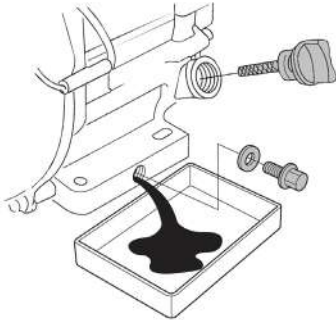

Рис. 16 Замена масла в двигателе
(1) Техническое обслуживание должно осуществляться более часто, при работе в пыльных условиях.
(2) Данный вид работ необходимо выполнять в авторизованном сервисном центре.
- Очистите от загрязнений крышку-щуп и зону вокруг маслозаливной горловины. Извлеките крышку-щуп из маслозаливной горловины (Рис. 16) и протрите щуп чистой ветошью.
- Открутите пробку для слива масла и слейте отработанное масло в подготовленную для этого емкость (Рис. 16).